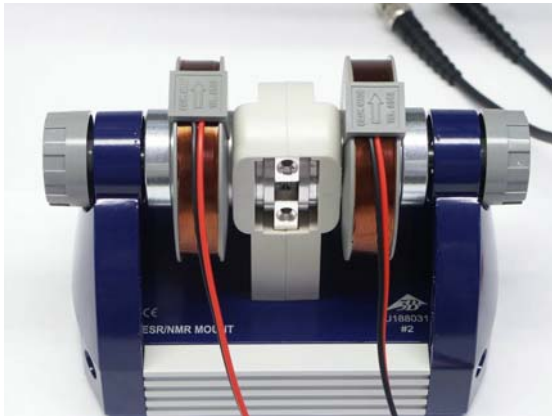

Fig. 2 Unité de base avec les bobines
- Placer les bobines sur les vérins de montage et les monter dans l'unité de base comme indiqué sur la Fig. 2.